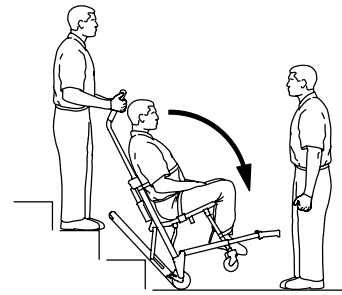

Figure 13 – Bas des escaliers
10. Opérateur côté pieds : Lorsque le guide atteint la dernière marche, lâcher les poignées avant. Opérateur côté tête : Laisser la chaise basculer vers l'avant (Figure 13) jusqu'à ce que les quatre roues soient sur le sol. Faire rouler la chaise (voir *Transport de l'occupant sur les surfaces planes* (page 14)).